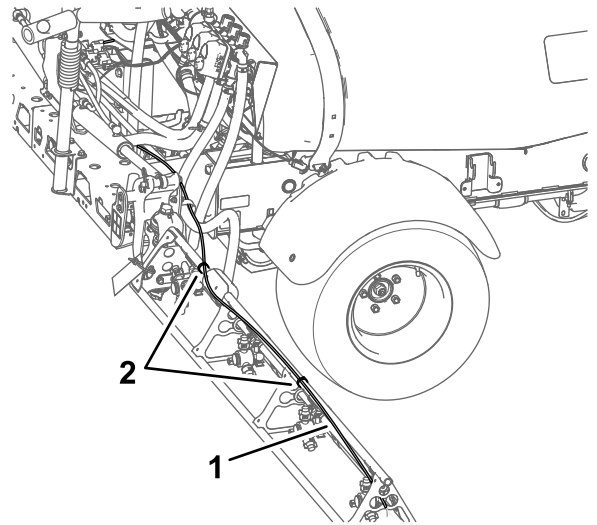

图22
4. 如 图22 所示沿外侧喷洒段上撑杆的后侧安装管子总成。
- 6. 如图22所示用扎带将管子总成固定到外侧喷洒段。